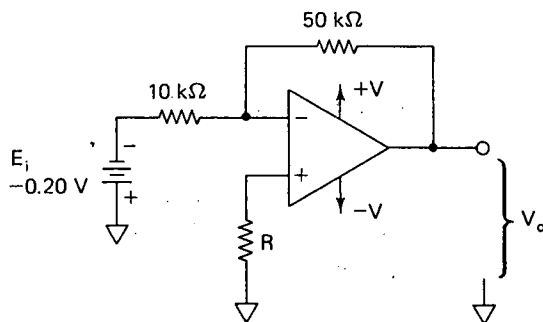

FIGURA P9-16
- 9-16. Consulte la figura P9-16. $V_{io} = 3$ mV, $I_{B-} = 0.4$ μ A e $I_{B+} = 0.1$ μ A. (a) ¿Cuál es el mejor valor de la resistencia R ? Calcule el error individual en el voltaje de salida, V_o , debido a (b) V_{io} solamente, (c) I_{B+} solamente; (d) I_{B-} solamente; (e) I_{os} solamente. El valor ideal de V_o debería ser 1.00 V debido a E_i . (f) ¿Cuál es el valor real de V_o cuando encuentran presentes tanto la desviación en el voltaje y corriente de entrada como E_i ?